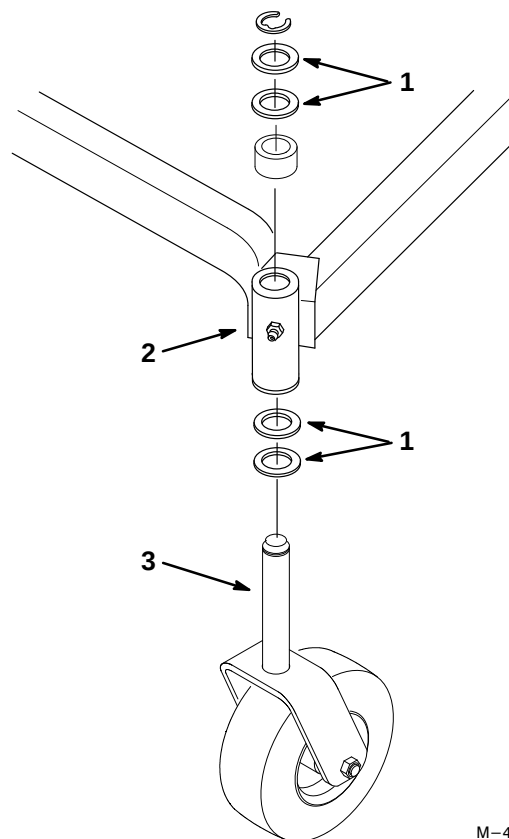

Figure 22
4. Pour modifier l'inclinaison avant/arrière, déplacer un même nombre de rondelles de butée sur les deux fourchettes des roues pivotantes. Enlever des rondelles au-dessus du fourreau du châssis porteur et les placer en dessous du fourreau pour relever l'avant de la tondeuse, ou enlever des rondelles du dessous et les placer au-dessus pour abaisser l'avant de la tondeuse. (Fig. 22).
4. Pour corriger l'horizontalité transversale, déplacer les rondelles d'appui d'une seule fourchette de roue. Enlever des rondelles du dessus du fourreau du châssis porteur et les placer en dessous pour relever un côté de la tondeuse, ou enlever des rondelles du dessous et les placer au-dessus pour abaisser ce côté. (Fig. 22).